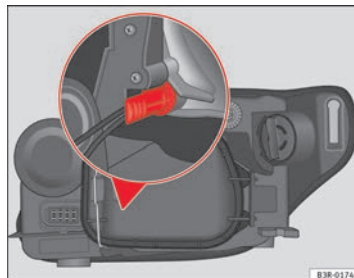

Fig. 203 Feux de position. Base du support d'ampoule en position verticale
- Introduisez l'ampoule dans la douille, en vous assurant que la base du support de l'ampoule soit contre la paroi en position verticale $\Rightarrow$ page 281, fig. 203 et appuie sur celui-ci.